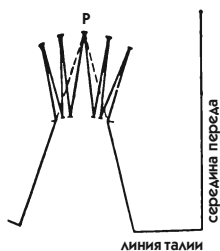

Рис. 538
2. Приготовьте лекало переда лифа, объединив 2 вытачки и направив их вниз по выбранной линии (рис. 538).
4. Ориентируясь на длину средней вытачки, постройте оставшиеся вытачки, как показано на рис. 538.